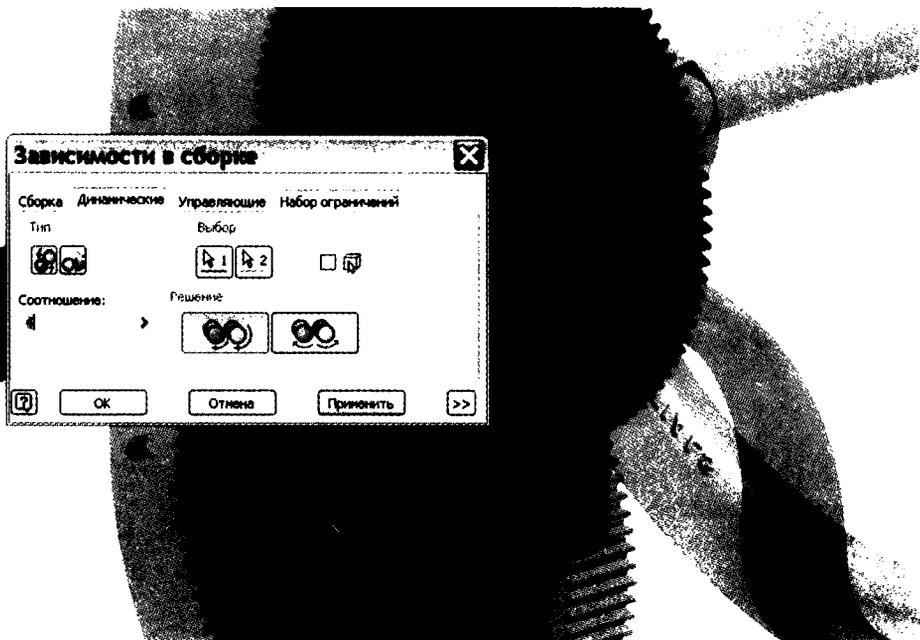

Рис. 8.22. Выбор компонентов, которые будут двигаться вместе
6. Для второго выбора щелкните конец серого вала, как показано на рис. 8.22.